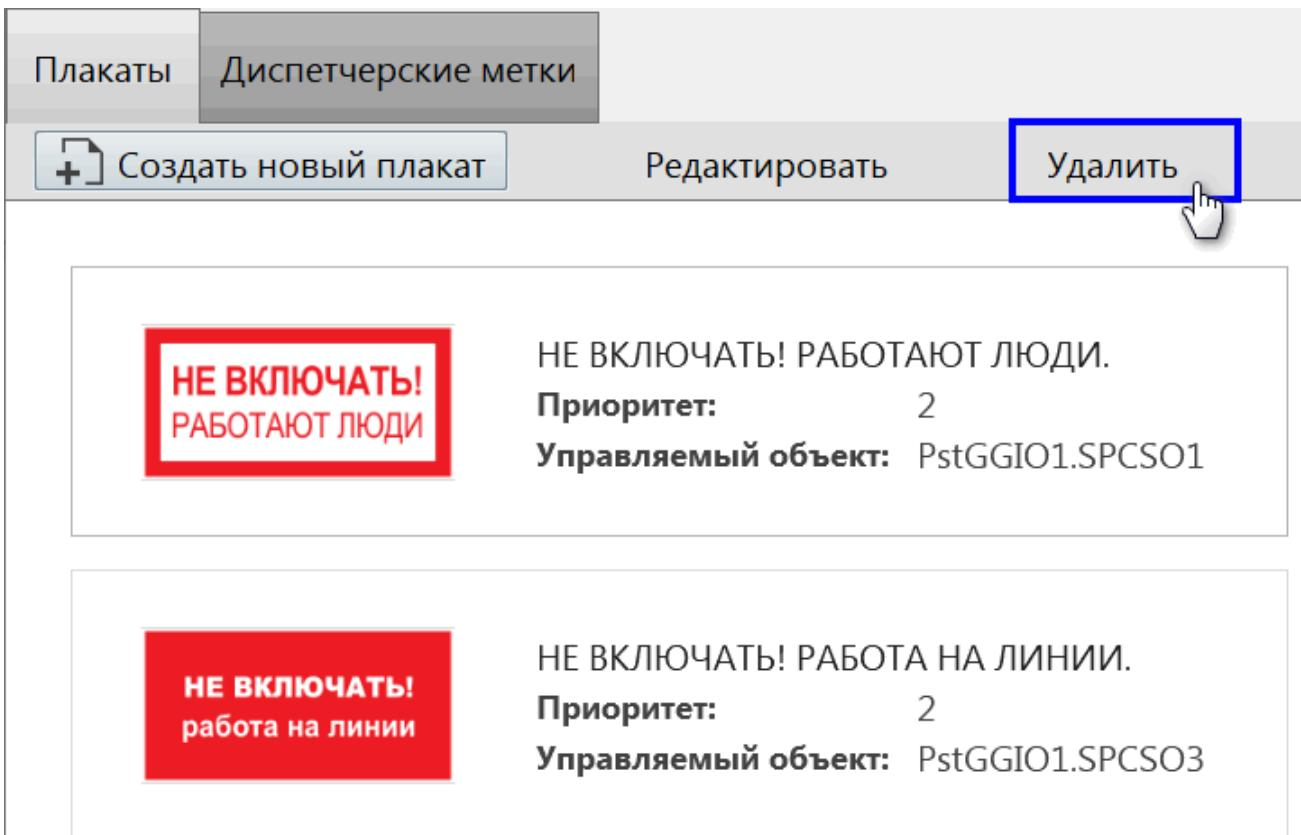

Рисунок 124 - Удалить плакат
2. Нажмите Удалить (Рисунок 124).